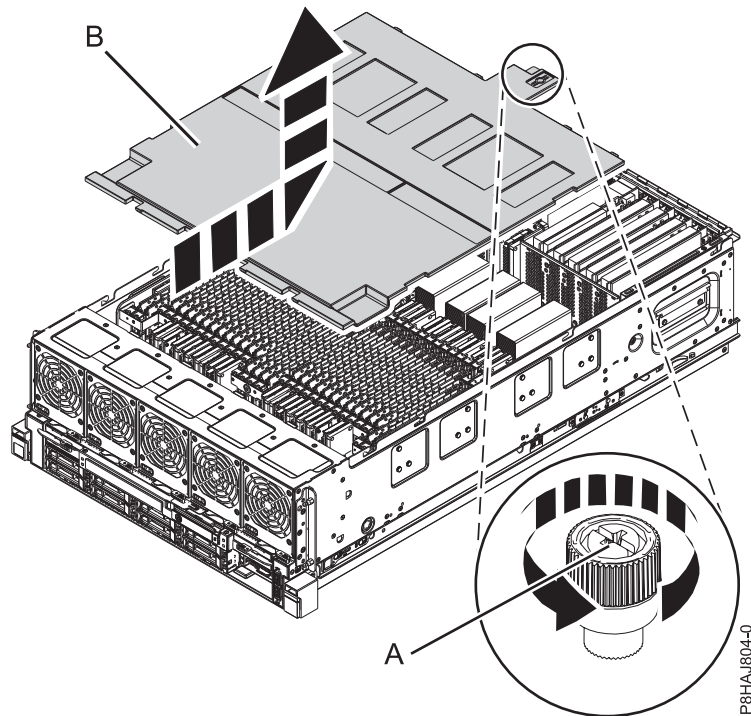

図 69. 安全カバーの取り外し
2. カバー後部にあるつまみねじ (A) を、115 ページの図 69 に示されている方向に回転させて緩めます。
3. 安全カバー (B) をシステム装置の後方にスライドさせます。カバーの最前部が上部のフレーム棚を通り過ぎたら、カバーを持ち上げてシステムから外します。